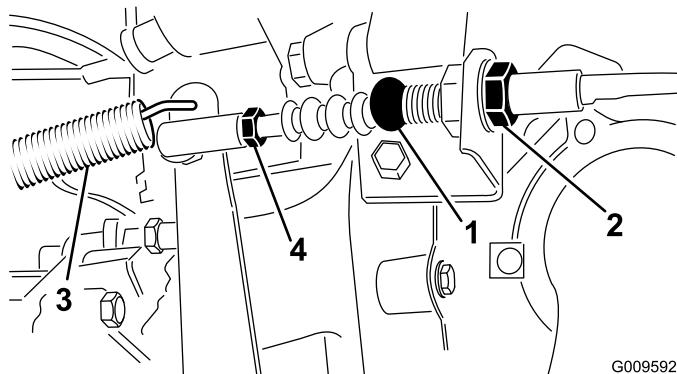

Figure 74
1. Desserrez les écrous de blocage qui fixent le câble d'embrayage au support sur le carter d'embrayage (Figure 74).